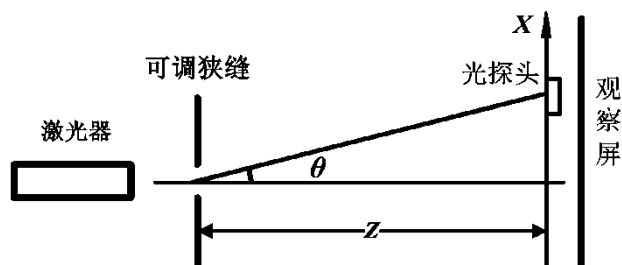

图 4 激光单缝衍射实验光路俯视图
(1) 激光器、可调狭缝、光探头、观察屏等统称为光学元器件。激光器、观察屏安装在一维磁性底座上，狭缝、光探头安装在二维磁性底座上。
(2) 粗调
①光路如图 4，先只摆放激光器和观察屏，调节激光器底座，让激光束打在观察屏上。屏上光点高度与激光器出光口高度一致，在水平面上确定一基准光路。将底座的开关拨至“on”。
②摆上可调狭缝，狭缝沿竖直方向放置，与激光器出光口的距离不大于 10cm。沿 X 方向移动狭缝底座，使光束从狭缝穿过，观察屏上出现光斑或条纹，且条纹落在与光探头进光狭缝垂直的水平线上。
③调节狭缝底座上的螺杆，使光斑或条纹最亮。将底座的开关拨至“on”。
④调节狭缝宽度，使条纹中心亮纹的宽度约为 5mm。
⑤将光探头底座平移螺杆的初始位置调至 1mm，将光探头放入光路，并尽可能靠近观察屏，使图 4 中的 z 值尽可能大。沿 X 方向移动光探头，使光探头读数最大。将底座的开关拨至“on”。